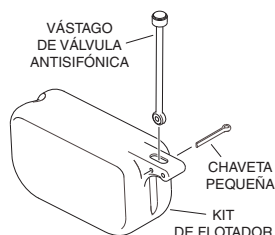

Figura 2
- Ubique el conjunto de vástago de la válvula antisifónica en la ranura del flotador y haga pasar la chaveta de 1/8" (la más pequeña de las dos chavetas) por el flotador y el conjunto de vástago de la válvula (ver la figura 2), y abra ligeramente el extremo de la chaveta. Si está correctamente instalado, el conjunto de vástago de la válvula debe girar libremente en la chaveta dentro del flotador.